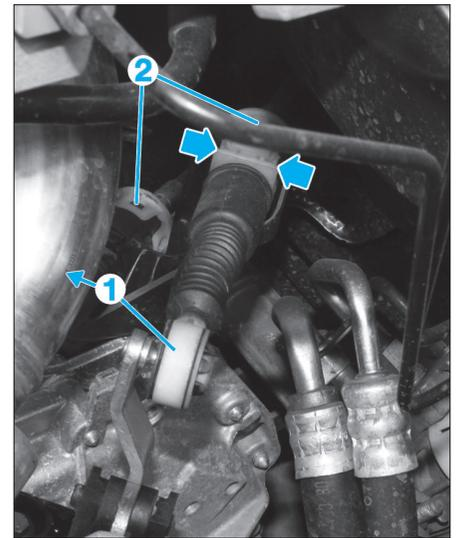

Fig. 23
- Dégrafer les câbles de commande de vitesses sur la boîte de vitesses en (1) (Fig.23).
- Dégrafer les arrêts de gaines (2) des câbles de commande de vitesses sur la boîte de vitesses en appuyant de chaque côté.